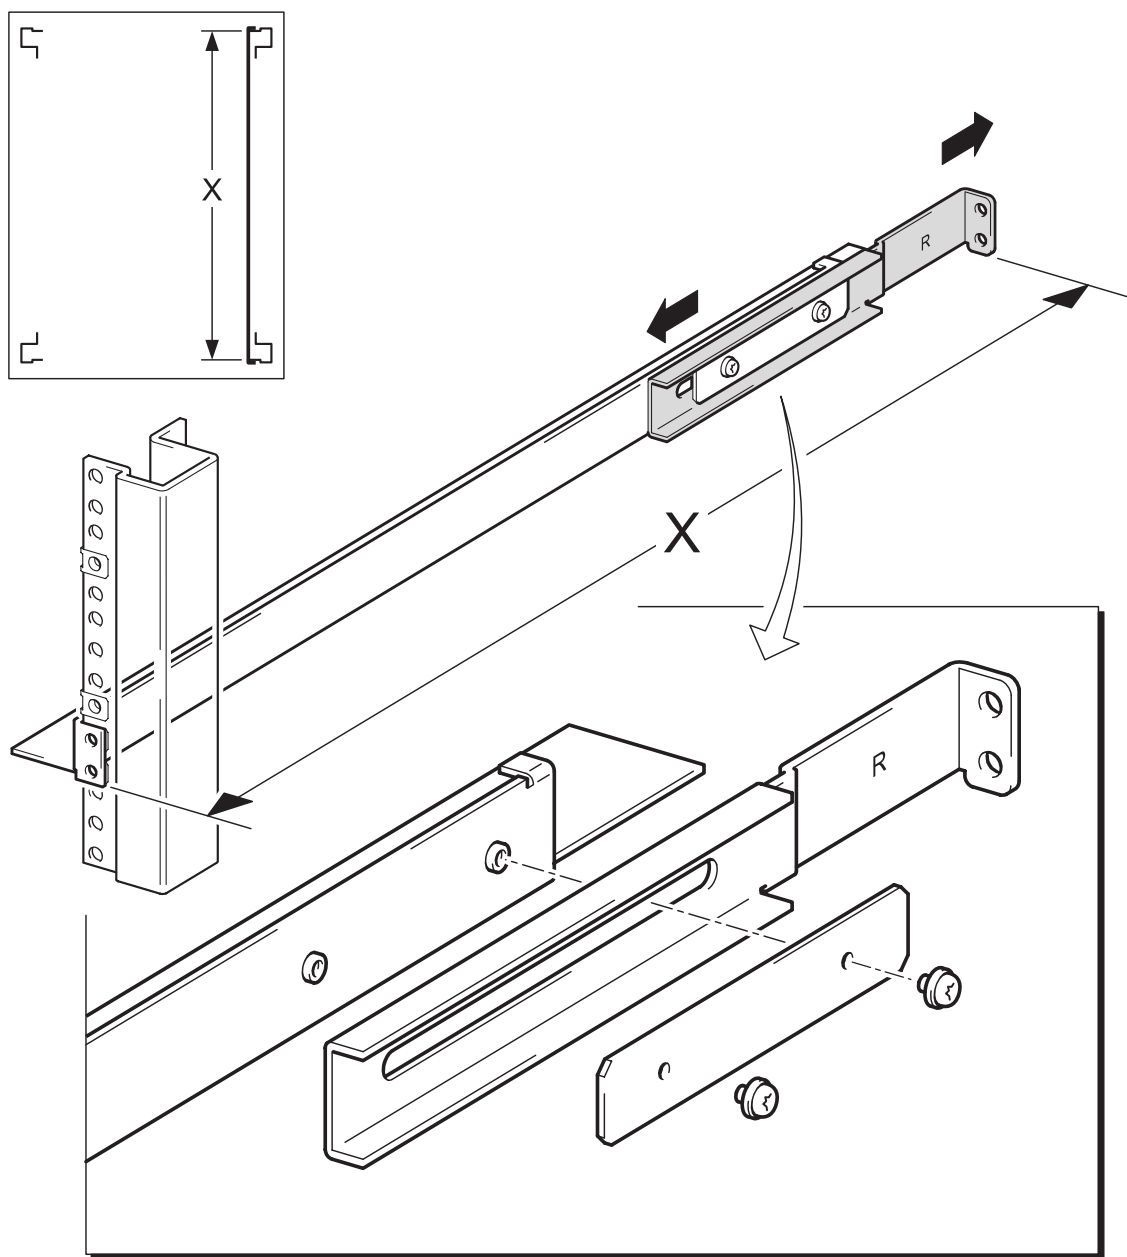

Рис. 1. Регулировка длины монтажных полозьев
- 2 Отрегулируйте боковые монтажные полозья, как показано на Рис. 1. Выровняйте выдвижные части полозьев по метке "А" или "В", как описано в таблице выше. Закрутите руками оба винта.
- 5 Убедитесь, что передний и задний фланцы полозьев плотно прилегают снаружи к соответствующим опорам стойки (см. Рис. 1).